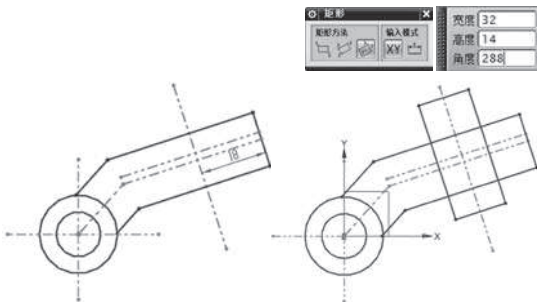

图3-62 绘制单条派生直线
⑨ 创建如图 3-62 所示的派生直线，偏移距离为 2，然后将其变为自参考对象。